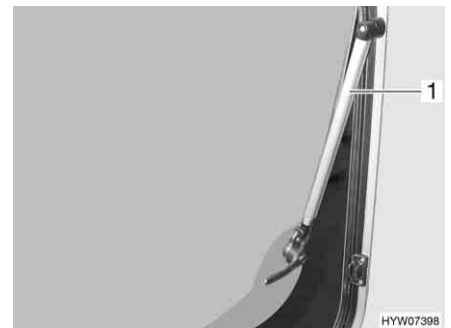

Fig. 81 Ventana abatible con soporte automático
- Ventana abatible con soporte automático: Abrir la ventana abatible hasta la posición de enclavamiento deseada. El soporte automático (Fig. 81,1) engatilla automáticamente.